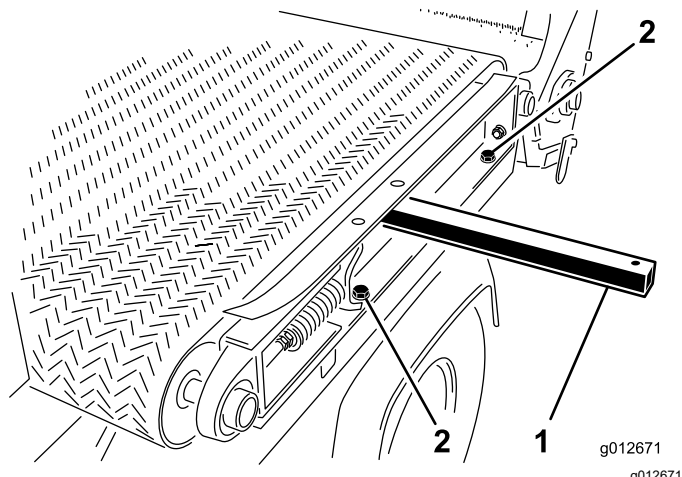

Figure 35
1. Sur le côté gauche de la machine, montez le rail du cadre coulissant sur l'aile gauche (Figure 35) avec les 2 vis et les 2 rondelles que vous avez retirées sous Démontage du plateau coulissant \(page 24\), et serrez les vis.